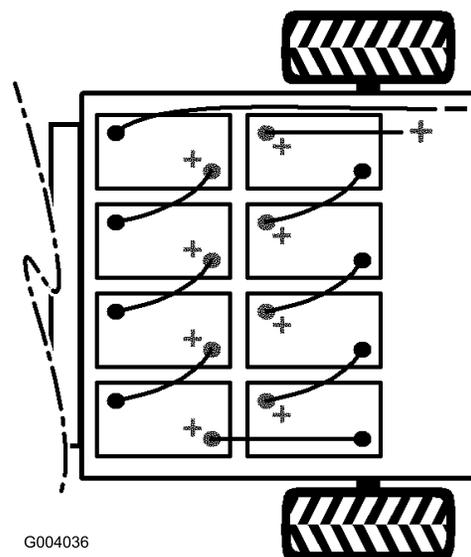

Figura 29
- Desligue o fio negativo comprido e negro que liga os pólos das baterias à máquina (Figura 29).
- Desligue o fio positivo comprido e vermelho que liga os pólos das baterias à máquina (Figura 29).
- Nota:** Obs.: Preste atenção à polaridade das baterias quando trocar de baterias (Figura 29).
- Ligue as baterias umas às outras com os cabos próprios, conforme ilustrado em Figura 29).
- Ligue o fio positivo comprido e vermelho das baterias à máquina (Figura 29).
- Ligue o fio negativo comprido e preto das baterias à máquina (Figura 29).